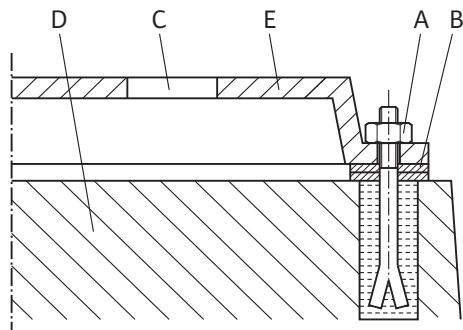

Fig. 12: مثال لوصلة القاعدة الملوبة
- وترتبط وصلة الكهرباء بقدرة المحرك P2، وجهد شبكة الكهرباء، وطريقة التشغيل. يمكن الاطلاع على دائرة التوصيل اللازمة لقنطرات التوصيل في صندوق الأطراف في الجدول التالي، وكذلك في Fig. 10, Fig. 11, وFig. 12.